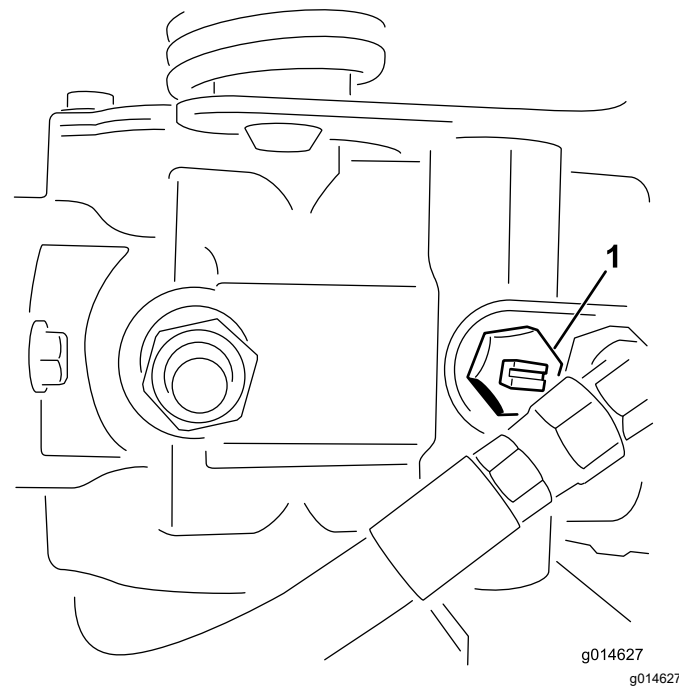

Figura 29
2. Antes de ligar o motor, feche a válvula de derivação rodando-a de forma a que a ranhura fique na horizontal (Figura 29).
1. Localize a válvula de derivação na bomba e rode-a de forma a que a ranhura fique na vertical (Figura 29).